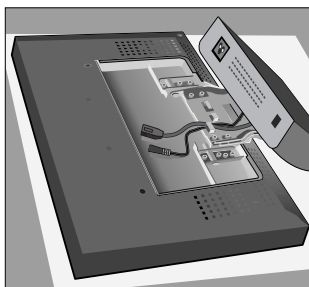

Figure AC.2
3. Placez le moniteur la face vers le bas sur une surface non abrasive (Figure AC.2).